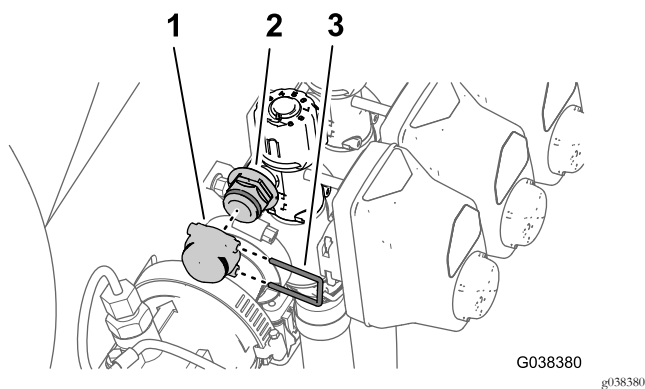

Рисунок 86
- Установите крышку на быстроразъемный штуцер (Рисунок 86) с помощью держателя, снятого при выполнении пункта 1.